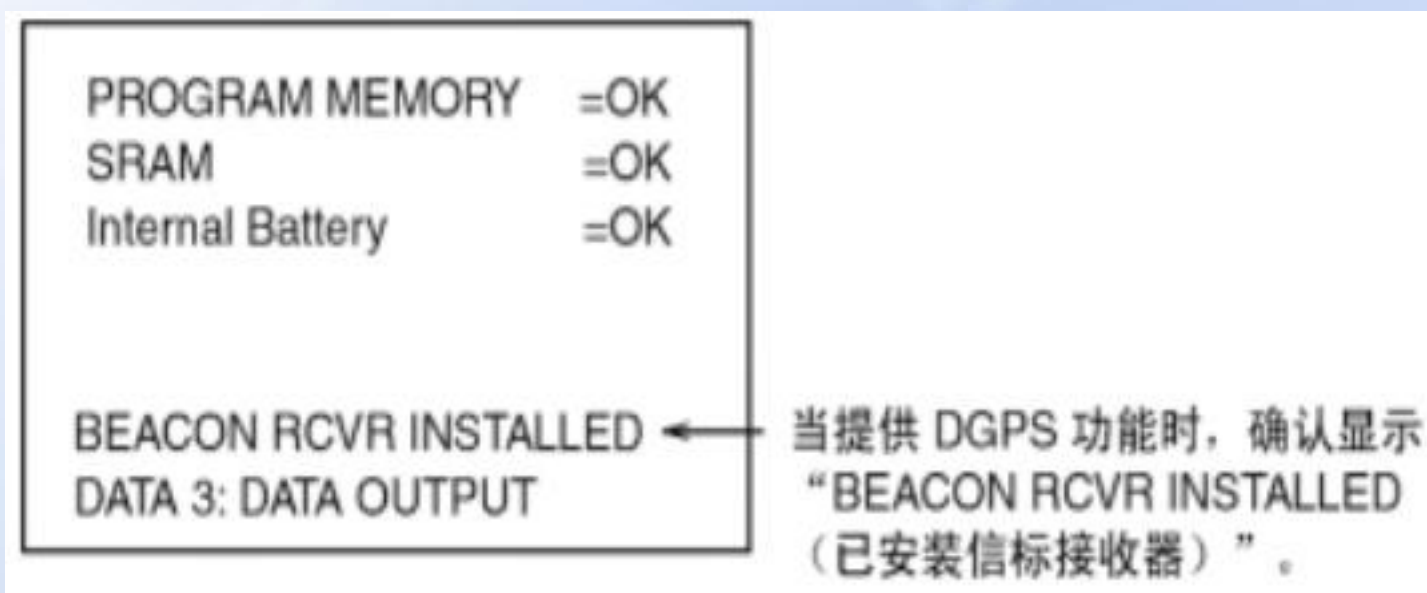

图1 GPS设备自检显示
1) 开启 GP-150。开机后第一项是PROGRAM MEMORY测试，第二项是SRAM测试，第三项是内部电池测试，测试完成后出现如图1所示画面。